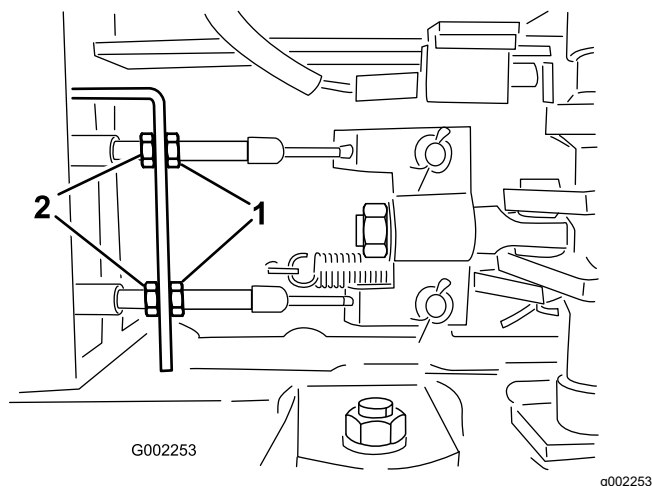

Figura 102
5. Allentate i controdadi anteriori sui cavi del freno sotto l'estremità anteriore dell'irroratrice (Figura 102).
6. Serrate i controdadi posteriori allo stesso modo fino a quando il pedale del freno non si sposta di 1 a 2 cm, prima di avvertire resistenza (Figura 102).